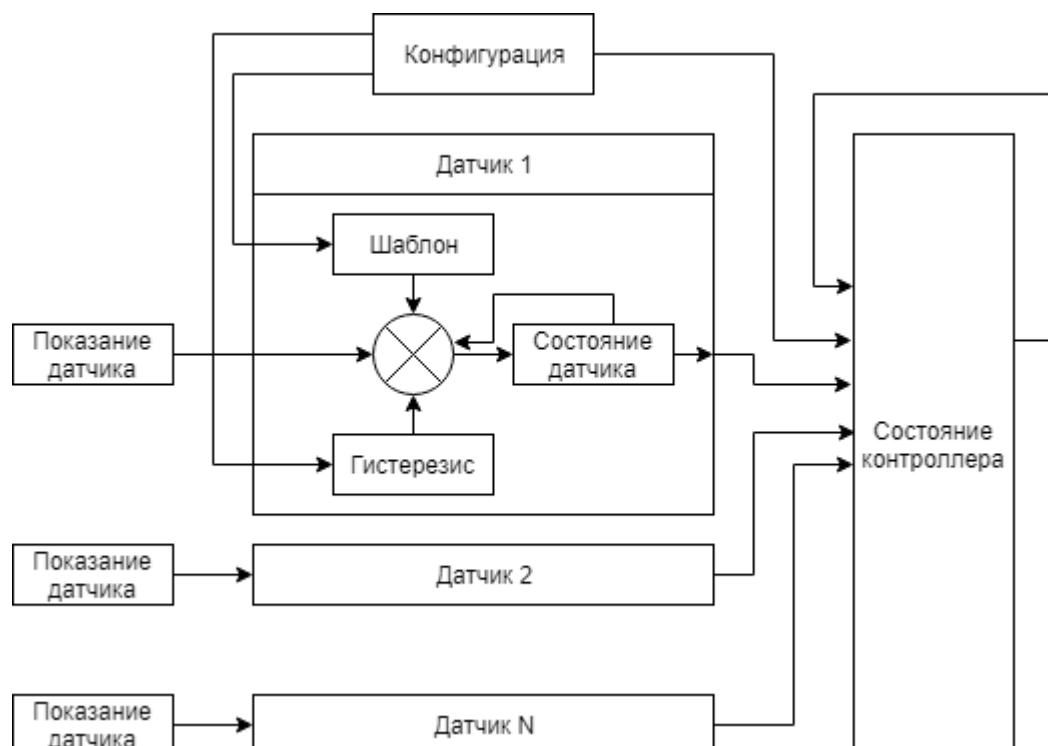

Рис. 9. Диаграмма функционирования ПО
7.1.1. Показания, получаемые от датчиков и устройств, являются бинарными состояниями (0,1) для дискретных датчиков, либо цифровыми показаниями для аналоговых датчиков, датчиков 1-wire и цифровых устройств (например, 10,5 мА или 12,1В или 1234,6 кВтч). ПО Контроллера анализирует состояние датчиков и устройств в соответствии с Рис. 9.